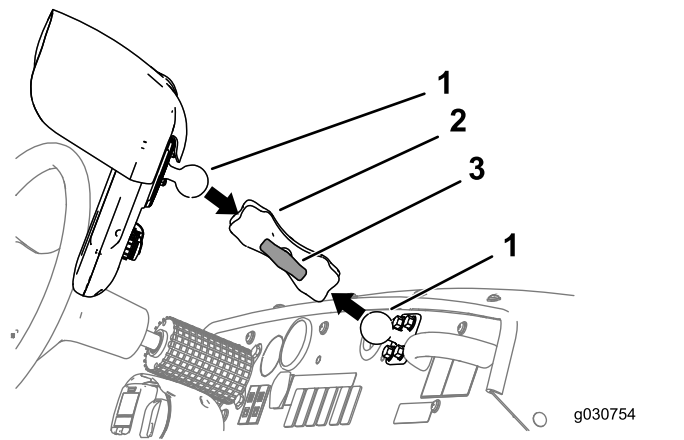

Figura 153
3. Allentate la manopola del braccio del monitor fino a quando non riuscite a infilare il perno orientabile a sfera per il raccordo nella parte posteriore del monitor dell'irroratrice e il perno orientabile a sfera per il supporto nel cruscotto nel braccio del monitor della presa (Figura 153).
4. Dal sedile di guida (sedile sinistro), regolate la posizione del monitor dell'irroratrice in modo da poter visualizzare con facilità il display (Figura 153).
5. Serrate la manopola per il braccio del monitor manualmente (Figura 153).